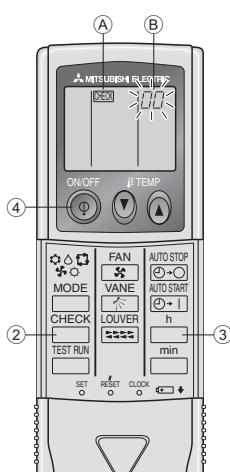

Рис. 7-4
7.3.2. Для беспроводного пульта дистанционного управления (Рис. 7-4)
- ① Включите питание.
- ② Дважды нажмите кнопку CHECK. (Начните данную операцию с выключенным дисплеем пульта дистанционного управления.)